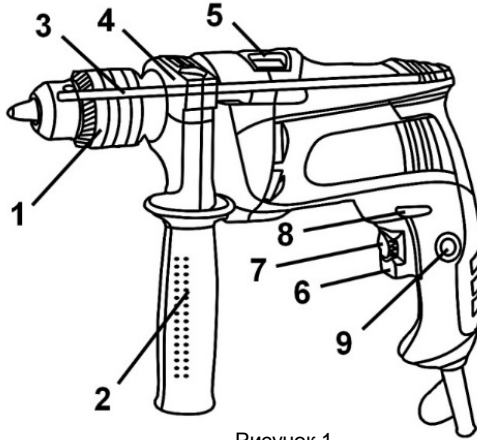

Рисунок 1
Виріб має два режими свердління: ударно-обертальний і обертальний. Перемикач режимів роботи виробу здійснюється переведенням перемикача (5) (див. рис.1) У крайні позиції до
**4.2** Виберіть необхідний режим роботи виробу за допомогою перемикача (5) (див. рисунок 1). Перемикач режимів роботи виробу здійснюється переведенням перемикача (5) (див. рис. 1) з одного крайнього положення в інше в бік відповідного символу режиму роботи:
- ударно-обертальний режим - перемикач (5) повинен бути переведеним до упору у бік символу **T**;
- обертальний режим - перемикач (5) повинен бути переведеним до упору у бік символу **2**.